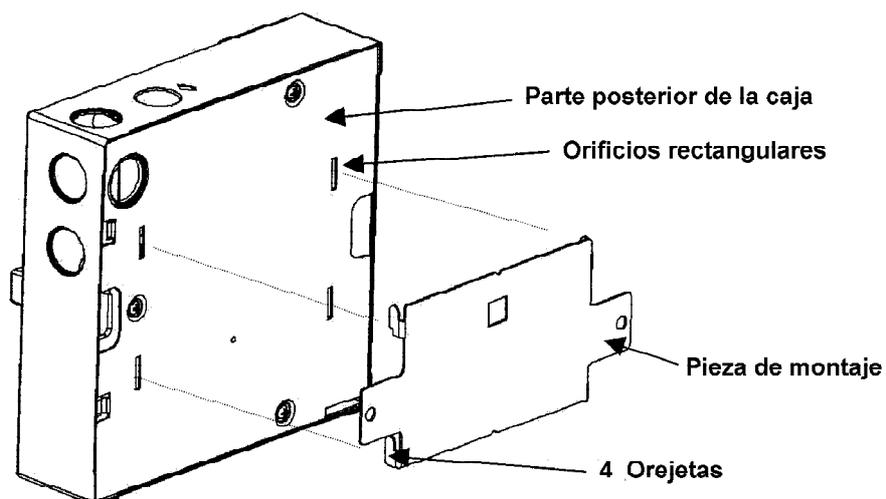

Figura 6. Fijación del detector en la pieza soporte
- Montar el detector en la pieza soporte haciendo coincidir los cuatro agujeros rectangulares con las orejetas del soporte. Ver la Figura 6.